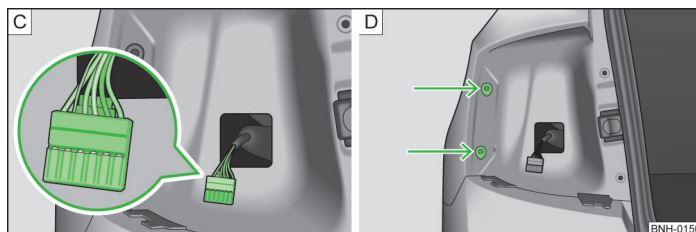

Abb. 179 Leuchtenstecker / Leuchte einbauen
- › Den Stecker vorsichtig von der Rückleuchte abziehen » Abb. 179 - .
- › Die Leuchte in die Aufnahmen in der Karosserie einsetzen » Abb. 179 - [D].